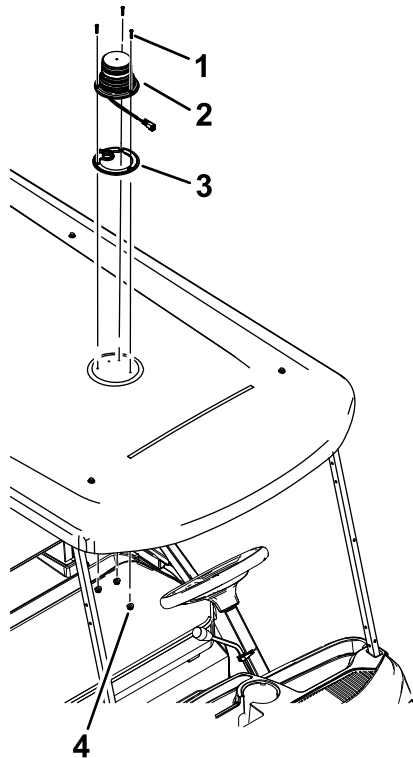

Figura 2
- 3. Coloque la junta sobre la capota (Figura 2).
- 4. Pase el conector de la baliza por el orificio de 22 mm y sujete la baliza a la capota con 3 tornillos (Nº 10 x 1") y 3 contratuercas (Nº 10); consulte la Figura 2.